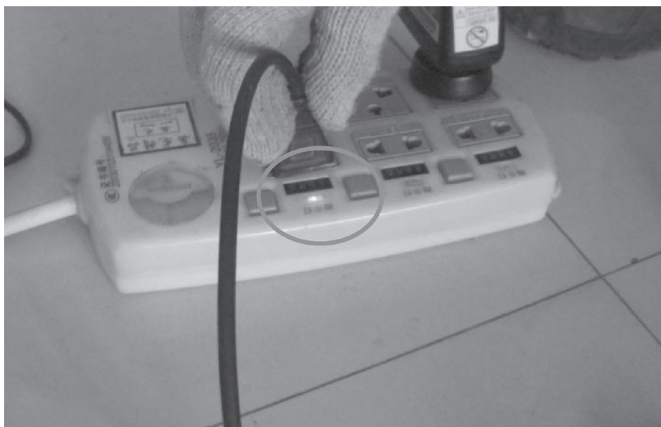

图 4-20 检查市电
2) 充电器接上电源后，如图 4-20 所示，故障依旧，表明故障在充电器自身。